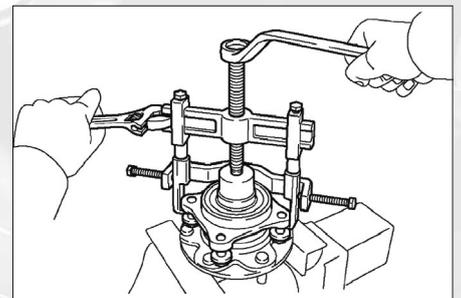

FIG. 15
- Séparer à l'aide d'un extracteur l'ensemble roulement du moyeu (**fig. 15**).